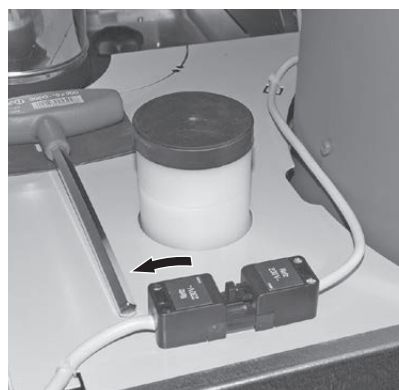

Fig. 81 Débrancher la fiche secteur de l'appareil
- ▶ C'est pourquoi il faut absolument mettre la chaudière hors tension lors de travaux de nettoyage ou de réparation (par ex. en débranchant la fiche de secteur) – Fig. 81.